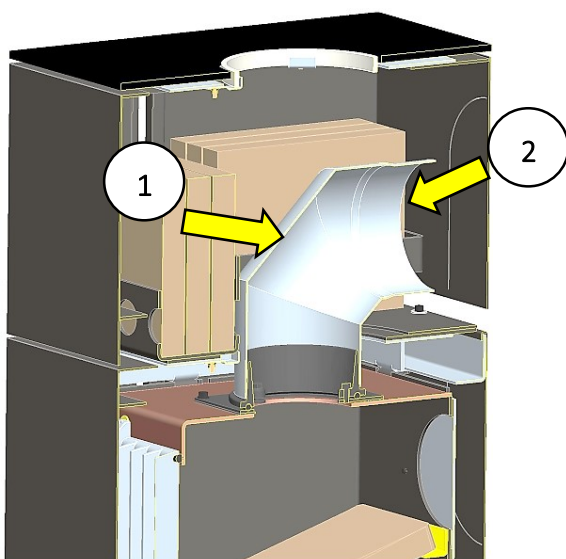

Abb. 20: Rauchrohbogen einsetzen
4. Rauchrohbogen, wie dargestellt in Abb. 20 Pos.1, einsetzen und den bereits vorausgestanzten Anschluss (Abb. 20 Pos.2) auf der Rückseite des Wärmespeicher-Moduls heraustrennen.